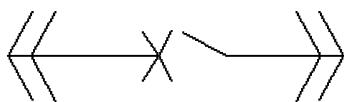

图 15-144 断路器1
(10) 单击“默认”选项卡“修改”面板中的“修剪”按钮, 以倾斜直线为修剪边, 对水平直线进行修剪, 得到如图15-144所示的图形, 完成断路器1的绘制。